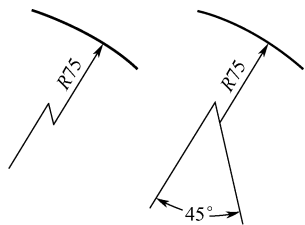

图 4-59 折弯角度图
(9) “半径折弯标注”设置。用于指定折弯半径标注的折弯角度，机械标注设置为  $45^\circ$ ，如图 4-59 所示。